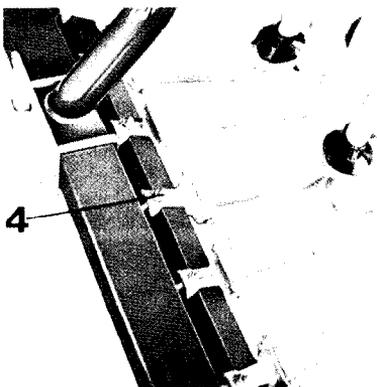

Abb. 25
2. Auf der Scharhalteschiene die Befestigungsschraube (Abb. 25/4) am Scharlagerhalter lösen, das Schar auf das gewünschte Abstandsmaß schieben und die Schraube (Abb. 25/4) wieder anziehen.